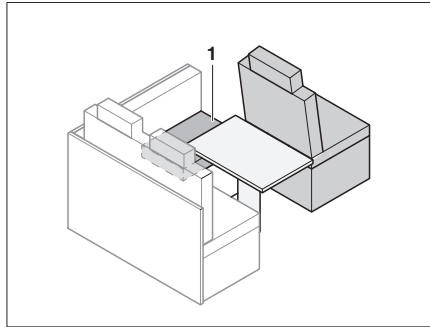

Fig. 180 Prima della trasformazione
- Spostare lateralmente il cuscino del divano (Fig. 180,1).